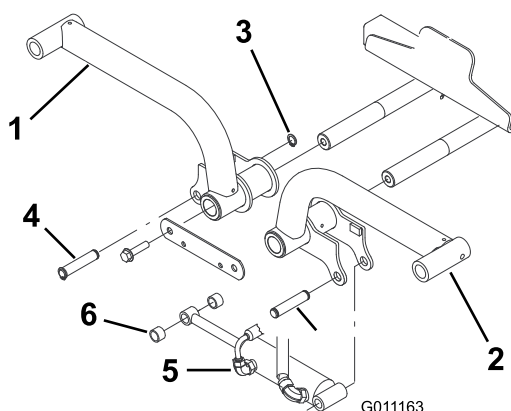

**Figure 11**
2. Insérez une tige de pivot dans chaque bras de relevage et alignez les trous de fixation (Figure 11).